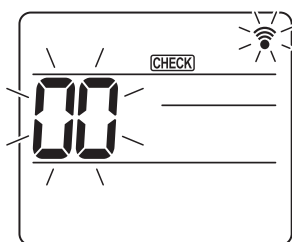

Fig. 6-14
① Перехід у режим вибору функції
- Натисніть кнопку [MENU] та утримуйте її 5 секунд. (Почніть цю дію з вимкненого стану дисплея пульта дистанційного керування.) Загориться [CHECK] (ПЕРЕВІРКА) і почне блимати «00». (Fig. 6-14)